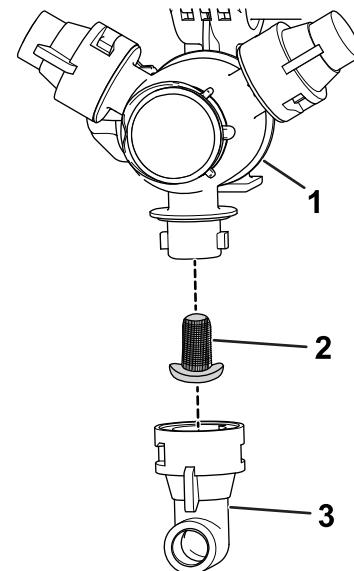

Bild 97
2. Nehmen Sie die Düse vom Sprühdrehkreuz ab (Bild 97).
| 3. Entfernen Sie den Düsenfilter (Bild 97). | |
5. Setzen Sie den Düsenfilter ein (Bild 97).
6. Setzen Sie die Düse auf das Sprühdrehkreuz auf (Bild 97).